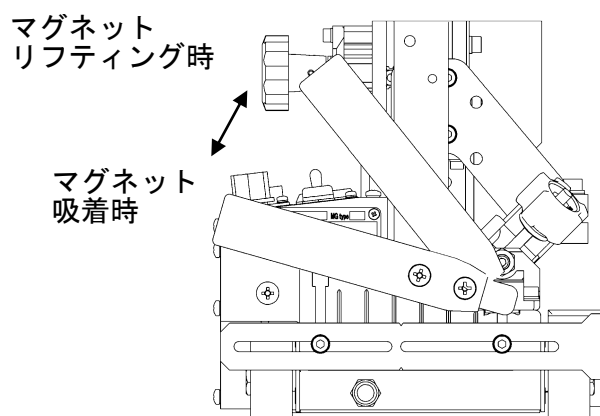

図4 マグネットレバー
- (6) ガイドローラを立板に押し当て台車を溶接位置にセットします。
(7) マグネットが吸着するように、図4を参考にマグネットレバーを押し下げます。
(8) 前後、上下調整スライドユニットのハンドルを回し、トーチの位置合わせをします。
(9) 台車の走行方向を走行方向切替スイッチで選択し、走行速度調整ツマミで走行速度をセットします。
(10) スタート位置を決めます。